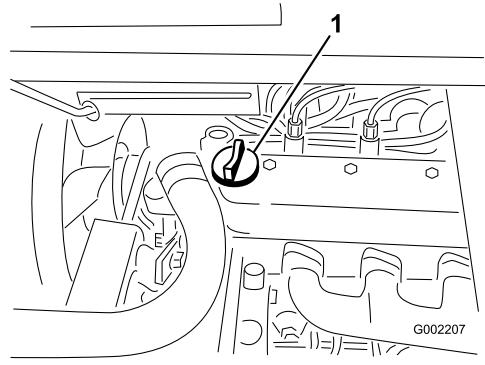

図 40
3. 油量が少なければ、バルブ・カバーの上についている補給口（図 40）を開け、ディップスティックの Full マークまでオイルを補給する；オイルの種類や粘度の選択については「エンジン・オイルについて」を参照。補給するときは、ディップスティックで確認しながら少量ずつ入れてください。入れすぎないよう注意してください。